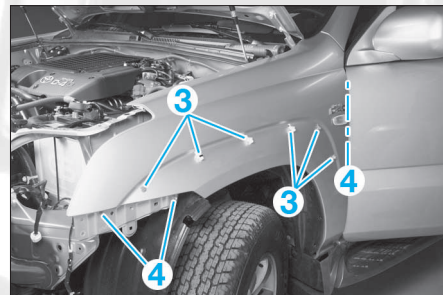

FIG. 18
- Déplier avec précaution l'élargisseur d'aile AV aux endroits indiqués (3) (Fig.18).